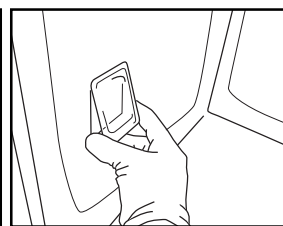

Fig. 7
5. Coloque nuevamente la tapa de la bombilla y presiónela contra la pared del horno para engancharla correctamente (Fig. 7).